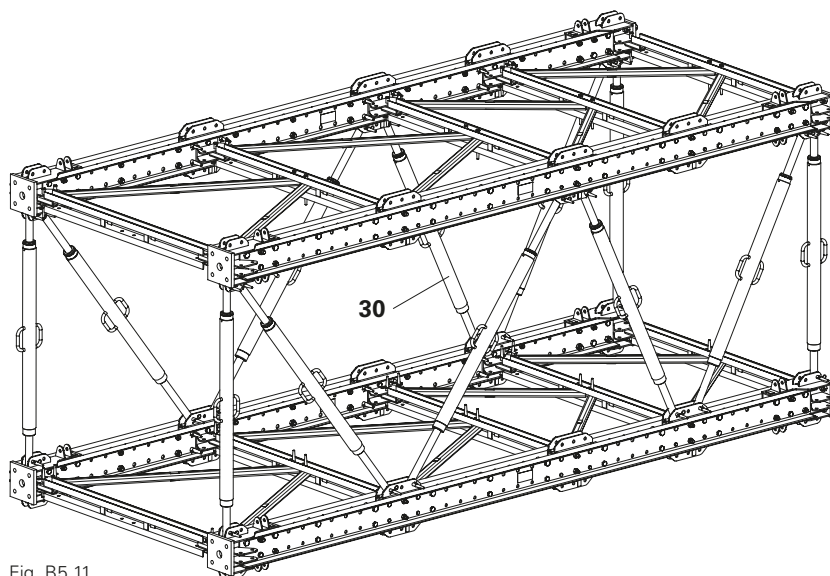

Fig. B5.11
1. Installare i puntoni di forza SLS (30) necessari con un perno da  $\varnothing$  21 mm (9).
- (Fig. B5.11)